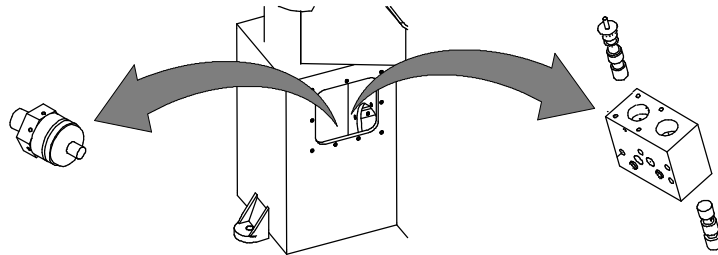

Fig. 25
a) Vérifier l'intervention du pressostat (code 02003639, tav. 5-6-7) et le correct fonctionnement des queues de soupape du distributeur hydraulique (codes: 01011904 + 01011909, tav.5-6-7). Vérifier qu'il n'y a pas d'impuretés qui empêchent leur bon fonctionnement (Fig. 25).